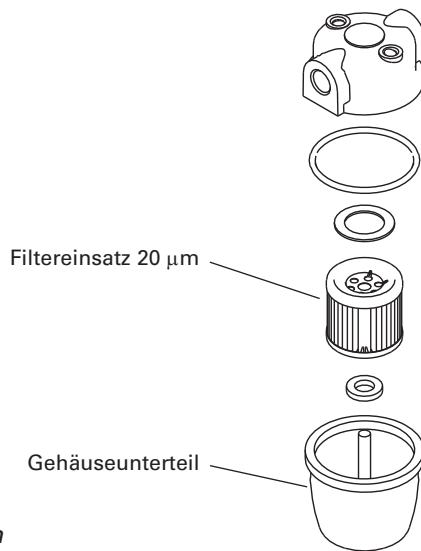

Bild 14c Ölfilter reinigen
- Gehäuseunterteil herunterschrauben – Bild 14c.